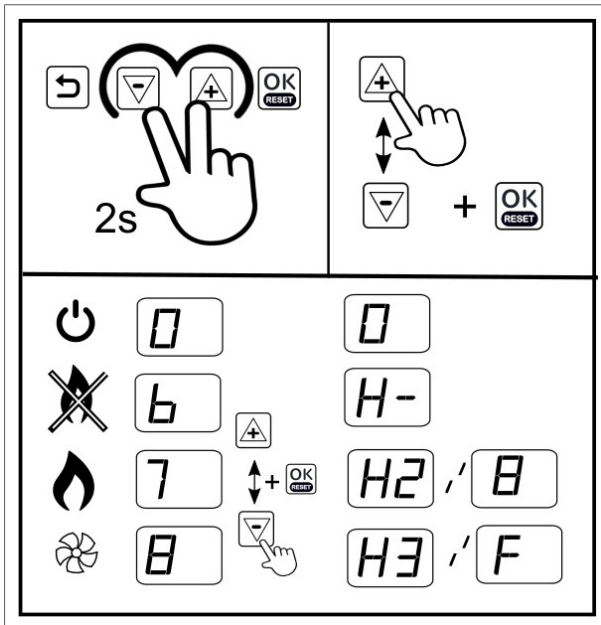

Abbildung 23 - Bedienung über das Display
1. Drücken Sie die Tasten **(+)** und **(-)** gleichzeitig (Abb. 23). **(0)** erscheint in der Anzeige und blinkt.
1. Tasten (+) und (-). Mit (-) (Abb. 23) gleichzeitig betätigen.
2. Der (-) Taste betätigen bis eine (0) in der Anzeige erscheint.